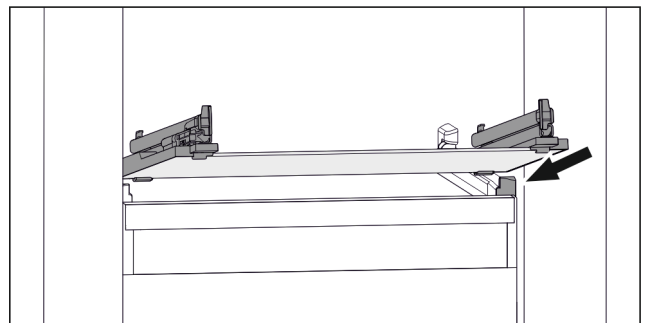

Fig. 150 Representación de la placa de vidrio a modo de ejemplo
- ▶ Coloque la placa de vidrio inclinada detrás de los topes. (consulte Fig. 150)